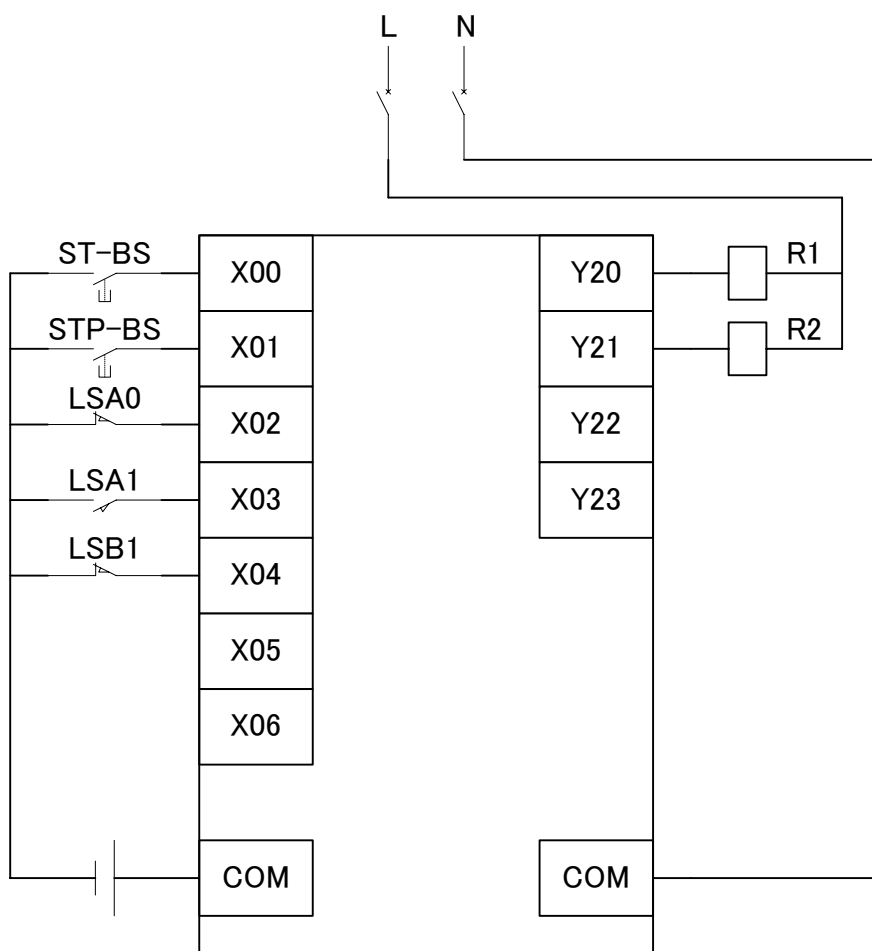

図 3 PLC 外部機器接続図
3. 図 3 に示す PLC 外部機器接続図を作成しなさい。